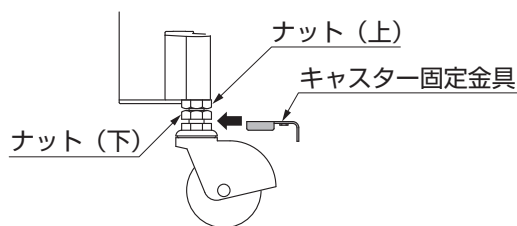

図10-2
- ②キャスター固定金具を「ナット(下)」の下側に挿入し、「ナット(下)」でキャスター固定金具を固定してください。(図10-2参照)
- ④「ナット(上)」を上あげて固定してください。(図10-2参照)